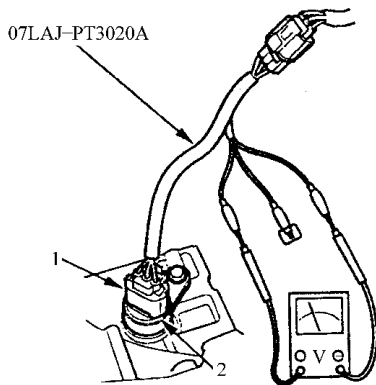

图 12-43 将测试线束连接到 VSS 车速传感器上
10) 如图 12-43 所示, 将其他测试线束连接到 VSS 车速传感器上。
12) 将点火开关置于 ON (II), 并将车辆置于空档。